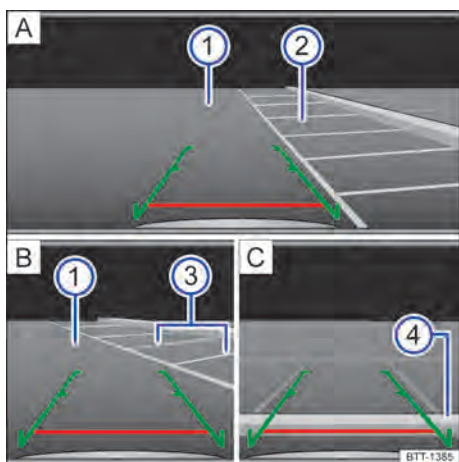

Fig. 102 Exibição do display do sistema do rádio: estacionar com a câmera de marcha a ré.
Legenda para Fig. 102:
- Posicionar o veículo na frente da vaga de estacionamento → Fig. 102 ② **A**.
- Conduzir para trás lentamente e manobrar de modo que as guias verdes laterais conduzam entre as linhas de delimitação da vaga de estacionamento delimitada ② **A**.
- Alinhar o veículo na vaga de estacionamento selecionada de modo que as guias verdes laterais fiquem em cima das linhas de limitação lateral ③ **B**.
- Parar o veículo, quando a linha vermelha atingir a limitação traseira ④ **C**. <